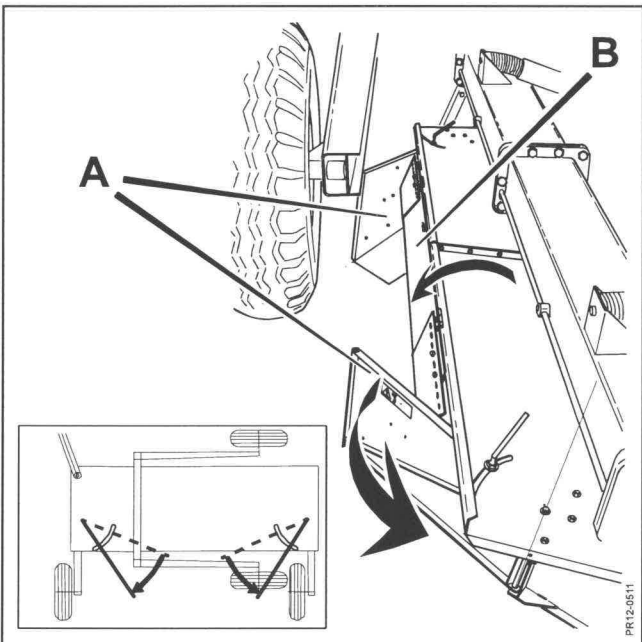

Fig. 3-9
- Fig. 3-9 7) SWATH GUARDS ARE OPENED.**